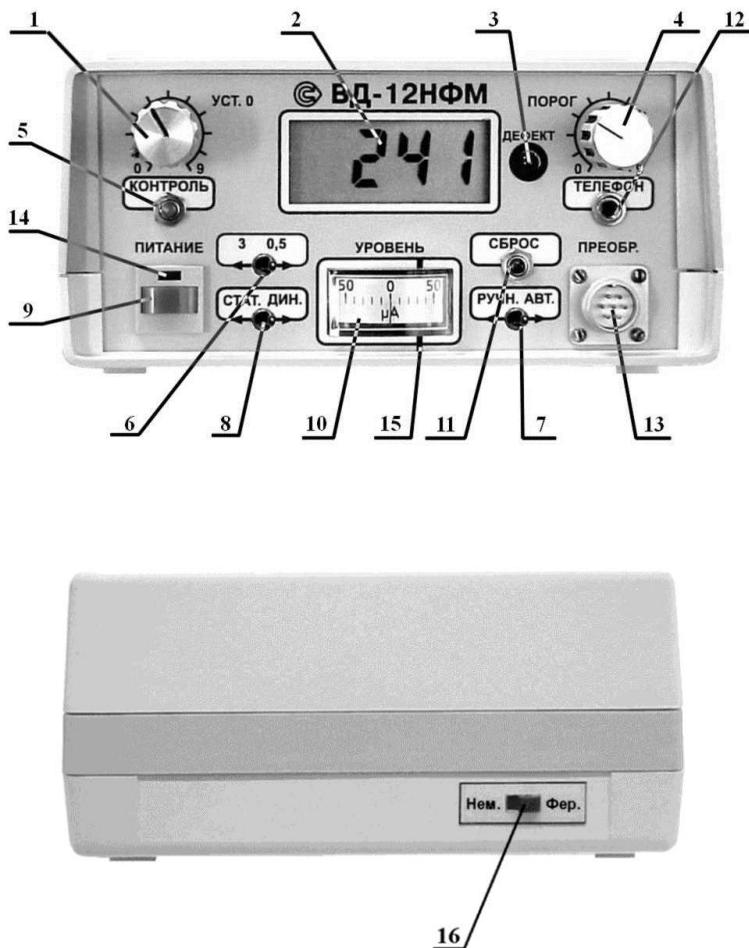

Рис. 3.2 Органы индикации и управления дефектоскопа ВД-12НФМ
**3.5** Расположение органов индикации и управления дефектоскопа показано на рис. 3.2.